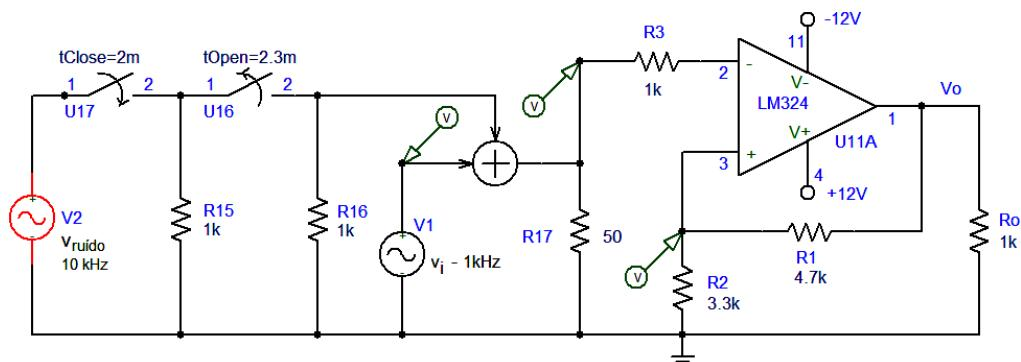

Figura 5 – Disparador Schmitt. Influência de um sinal de ruído na resposta de saída.
- Na Figura 5 é apresentado o uso de um comparador regenerativo.
- Projetar uma janela de histerese para que o ruído apresentado no item (b) não interfira no sinal de saída do AOP comparador (circuito da Figura 5).